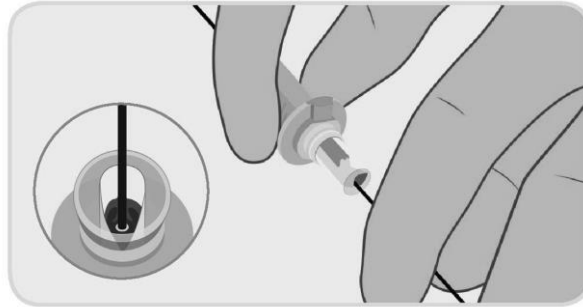

Figura 7. Carga del alambre guía en la cánula del dispositivo.
- a. Use solución salina no heparinizada para lubricar el alambre guía durante la inserción. Inserte el alambre guía en el implante dentro de la cánula de carga, figura 7. Siga insertando el alambre guía hasta que sobresalga por la parte trasera del mango del dispositivo de cierre PerQseal®. Sostenga la vaina introductora PerQseal® formando un ángulo bajo respecto al eje longitudinal de la arteria (p. ej., 20°) y mantenga la vaina introductora lo más recta posible, para evitar que se doble.
Nota 2: Durante la inserción, sujete solamente la parte posterior de la cánula de carga como se indica en la figura 7.